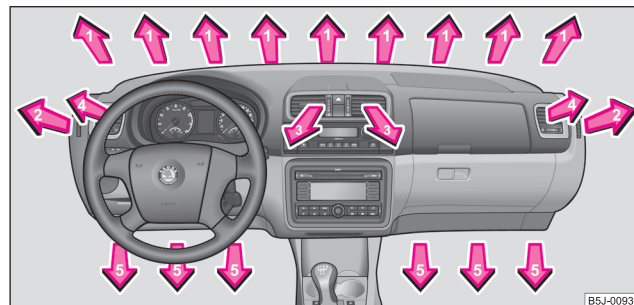

Fig. 93 Difusores de salida de aire
- Conmutador del ventilador (B) a la posición 3,
- Regulador de la distribución de aire (C) a la posición ☞,
- Abrir los difusores 4 ⇒ página 104, fig. 93 y dirigirlos hacia el cristal lateral
- Abrir los difusores de salida de aire **3** y **4** ⇒ fig. 93.